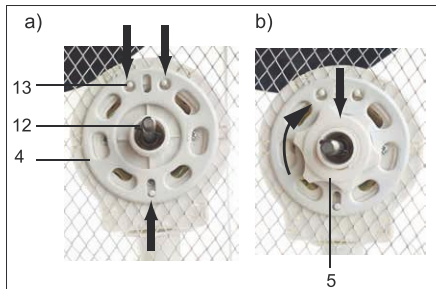

Fig. 2: Montage hinteres Schutzgitter
2. Drehen Sie das Ganze um, so dass jetzt die Unterseite von Sockels und der Basis zu sehen ist, Abb. 2, b).
3. Schrauben Sie die Basis mit den Kreuzschlitzschrauben (2) im Uhrzeigersinn fest.
4. Schieben Sie das hintere Schutzgitter (4) auf die Achse (12) und die Zentrierstifte (13) des Motorblocks. Siehe Abb. 2, a).
5. Schieben Sie die Sechskantmutter (5) auf die Achse vor das hintere Schutzgitter und drehen Sie diese im Uhrzeigersinn fest. Siehe Abb. 2, b).